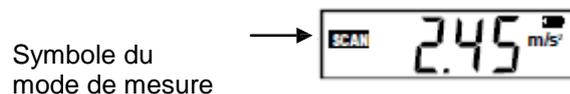

Fig. 2 (Mode de mesure)
3. Posez la pointe de mesure en position verticale sur la surface à mesurer. Appuyez sur le bouton de mesure pour que le vibromètre commence la mesure de l'accélération et maintenez-le appuyé pendant tout le processus. Quand vous lâchez le bouton, la valeur enregistrée jusqu'alors se maintiendra sur l'écran à travers de la fonction HOLD. La valeur se maintiendra sur l'écran pendant environ 20 secondes. Puis l'écran s'éteindra automatiquement. (Fig. 2).